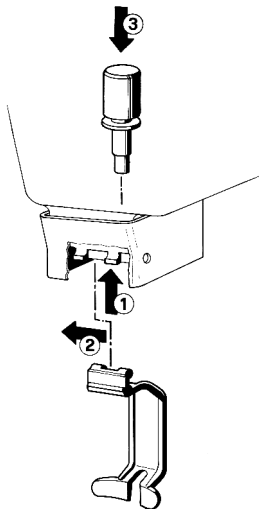

figure 13
- 2 - Monter (1-2) le levier de débit robinet et enfiler (2) le piston avec son joint (voir figure 13).